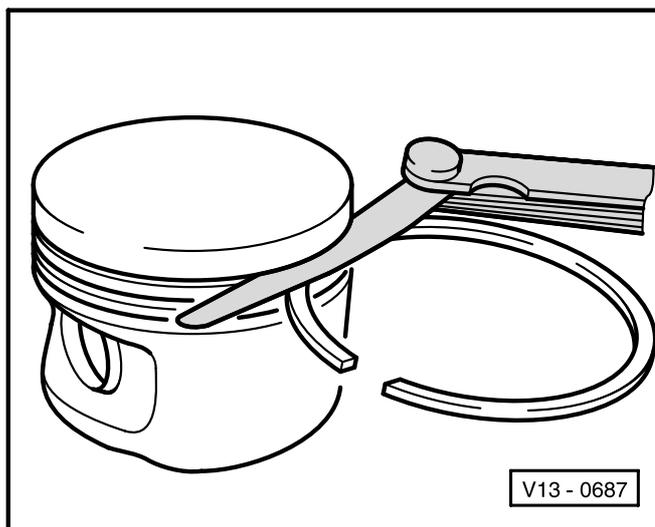

Рис. 4: Проверка диаметра цилиндров ►
- проверка диаметра цилиндров ⇒ Рис. 4 в **13-4** страница 4